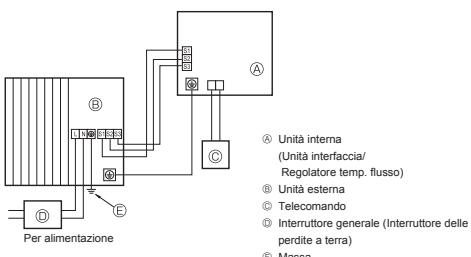
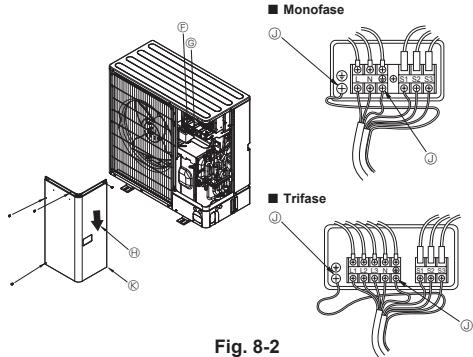

Fig. 8-1
Fig. 8-2
### 8.1. Unità esterna (Fig. 8-1, Fig. 8-2)
- ① Rimuovere il pannello di servizio.
- ② Posizionare i cavi secondo la Fig. 8-1 e la Fig. 8-2.